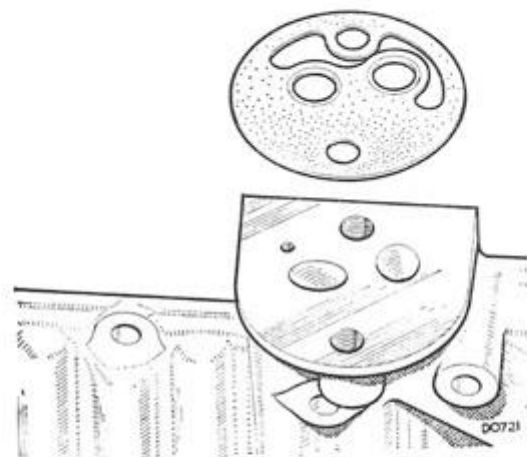

Fig. Aa.2
**NB:** Pakningen mellem oliefilterets topstykke og fordækslet (med kobberindlæg) på nyere modeller kan ikke ombyttes med en pakning fra en tidligere filtertype. På den nyere type findes de to O-tætningsringe ikke. Se fig. Aa.2 vedr. korrekt montering af den nye type pakning.